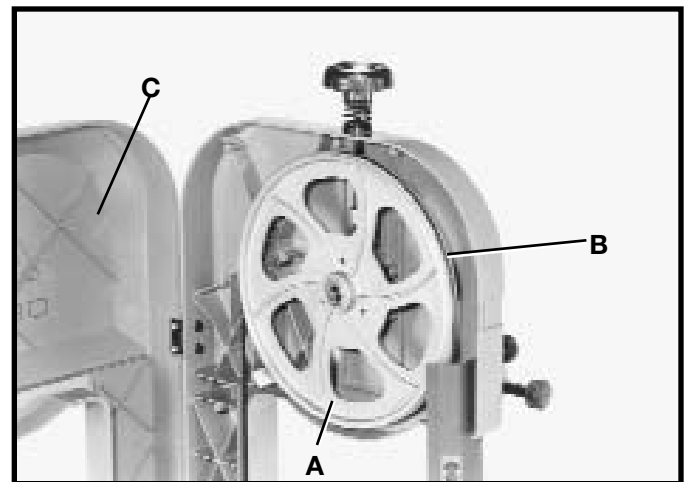

Fig. 20
2. Ouvrir la porte à charnière (C) fig. 20.
3. Tourner la roue supérieure (A) fig. 20, à la main en sens horaire et vérifier que la lame (B) fonctionne vraiment au centre approximatif des deux roues.